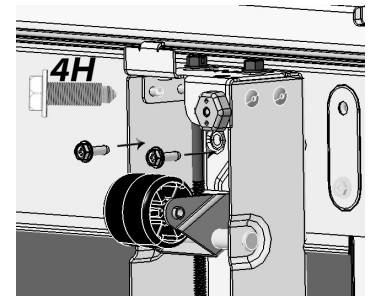
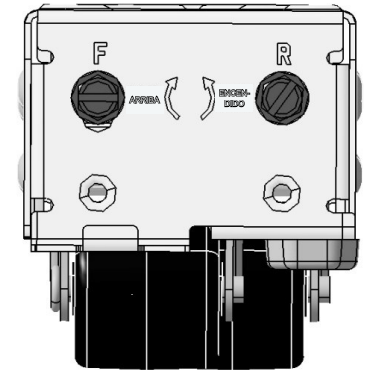

Fig. 5
Fig. 6
- c. Usando los pernos 4H del paso 1, ajuste la parte frontal del conjunto nivelador al refrigerador/congelador con una llave para tuercas de  $\frac{5}{16}$ " (Fig. 5). Para los pasos 3b y 3c, si necesita más espacio para la holgura de la llave para tuercas, gire el perno etiquetado como "F" en sentido horario (Fig. 6) usando un destornillador de cabeza plana o una llave de tubo de  $\frac{3}{8}$ ".